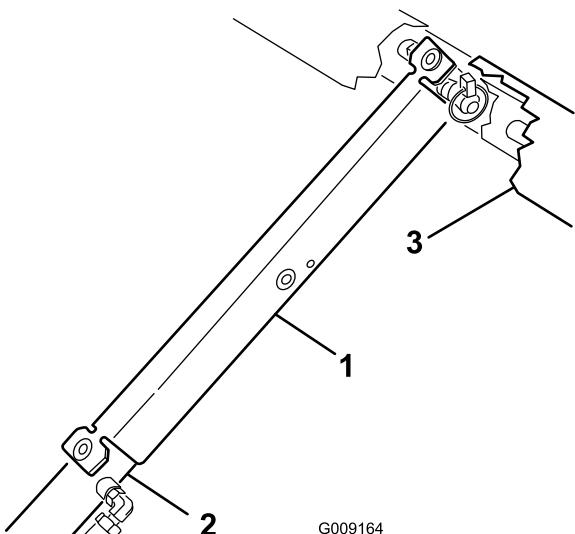

図 3
- タンクサポートをシリンダロッドにはめ込み、安全サポートの端部でシリンダバーレルの端とシリンダロッドの端を確実に支える（図 3）。
1. 液剤タンクを持ち上げるシリンドロッドに取り付けていたサポートを外す（図 3）。